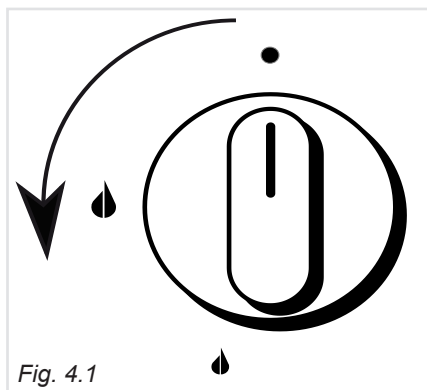

Fig. 4.1
L'afflusso del gas al bruciatore è regolato da un rubinetto, come i bruciatori del piano di lavoro (fig.4.1), che permette la regolazione del massimo e del minimo. Inoltre, questo rubinetto è dotato di una valvola di sicurezza che, allo spegnersi della fiamma, chiude automaticamente l'erogazione di gas.
L'arrivo del gas al bruciatore del forno è regolato da un rubinetto con valvolatura di sicurezza (fig. 4.1).
3. Premere a fondo e ruotare in senso antiorario la manopola del forno (fig.4.1) fino a far coincidere l'indice della manopola con il simbolo  (fiamma grande = portata massima) sul pannello comandi.